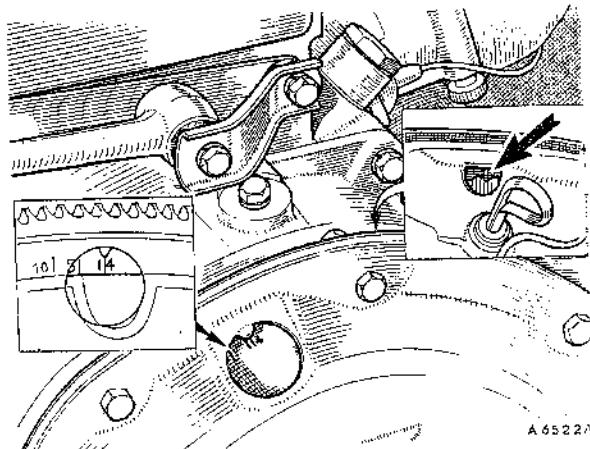

Fig. Ba.1
- (1) Seguir las indicaciones dadas en la Sección **B.2**, excepto por lo siguiente:
- (2) Para girar el cigüeñal, meter un destornillador por la abertura (al lado de la varilla indicadora de nivel de aceite) del cárter del convertidor, y girar la corona de arranque en el sentido de rotación del motor hasta colocarla en la posición indicada en la Sección **B.2**, párrafo (5).
- (3) Las tres señales de puesta a punto del convertidor (Fig. Ba.1) se pueden ver quitando el tapón de goma de la tapa del extremo del convertidor.